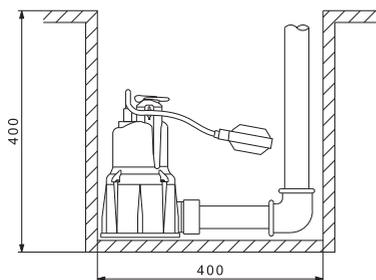
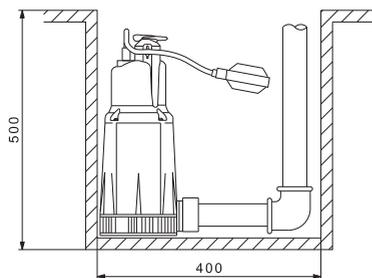

Рис. 4 Минимальные размеры приемка для насоса КРС 300 А
Рис. 5 Минимальные размеры приемка для насоса КРС 600 А
4. Для исполнения, поставляемого с поплавковым выключателем, необходимо убедиться в том, что вся система поплавкового выключателя может свободно перемещаться. Обеспечить такие минимальные размеры приемка, которые соответствовали бы рис. 4 и рис. 5.
Монтаж	Как для стационарного, так и для мобильного применения, но только в вертикальном положении. Для КРС: минимальные размеры приемка см. рис. 4 и 5